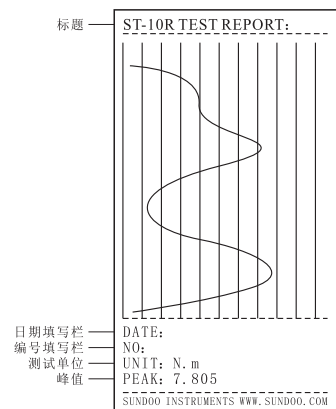

图 7
- 1、当RS-232串口输出模式设置为Pr.1时，为输出至微型打印机打印单次测试值曲线。按下“”键，屏幕显示“Print”，同步打印测试曲线，打印样张（如图7）。